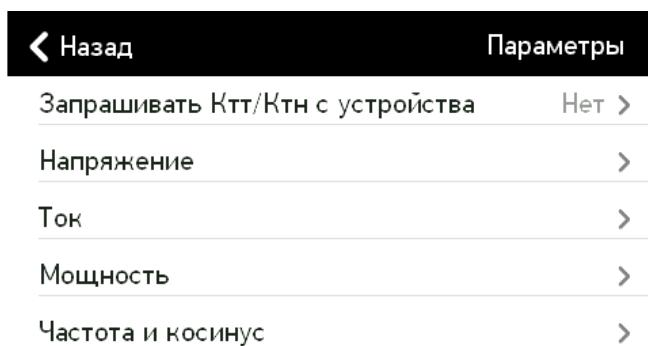

Рисунок 4.28. Меню «Параметры»
- «Параметры» (рис. 4.28) состоит из следующих пунктов: